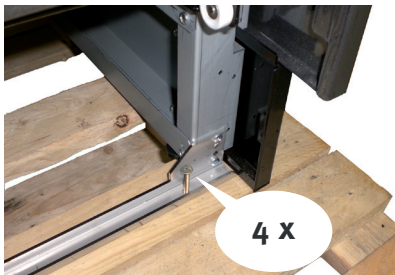

Bild 1
2. Transportsicherungsschrauben (4 Stück) entfernen. (Bild 1)